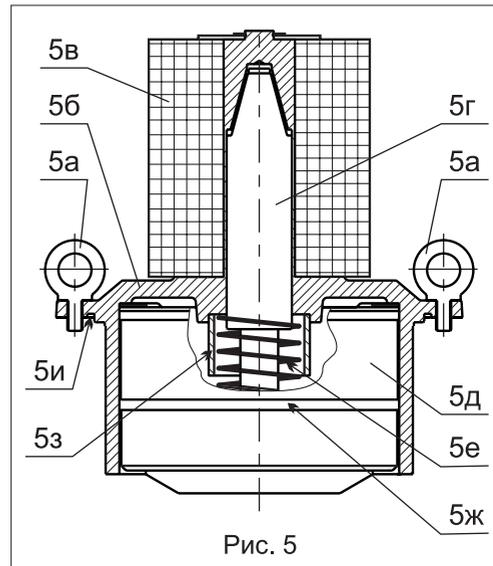

Рис. 5
4.4.3 При необходимости демонтаж верхней части клапана производите в следующей последовательности (рис. 5):
г) установите электромагнитную катушку 5в на крышку согласно рис. 5, подайте на нее напряжение от отдельного источника питания и убедитесь, что якорь с поршень притянут вверх - см. рис. 5;